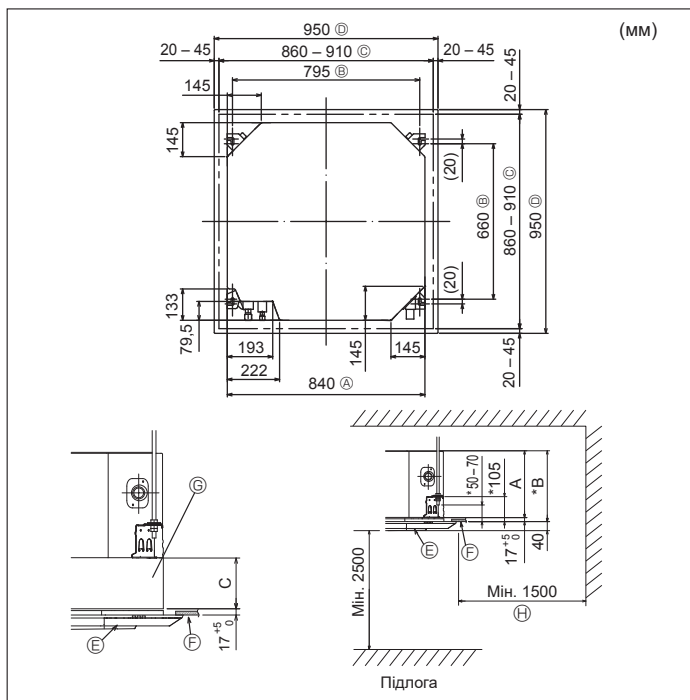

Fig. 3-2
3.2. Місця для отворів у стелі та встановлення підвісних болтів (Fig. 3-2)
* Розміри отворів у стелі можна регулювати в межах діапазону, показаного на Fig. 3-2; вирівняйте основний блок відносно отвору в стелі, переконавшись у вирівнюванні всіх сторін і проміжків.